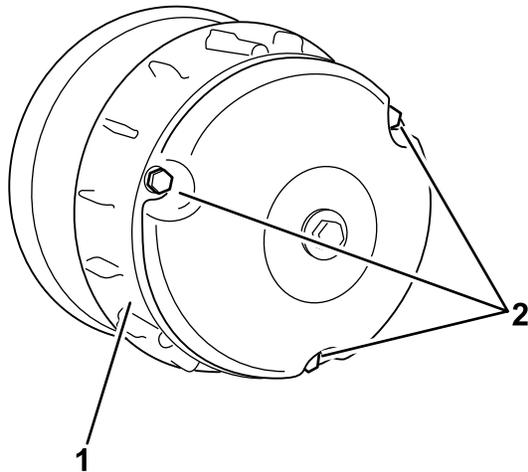

図 64
- クラッチカバーのボルト3本を外してカバーを取る (図 64)。
- クラッチカバーを元通りに取り付けて、ボルト3本 図 64 さきほど2で外したもので固定する。